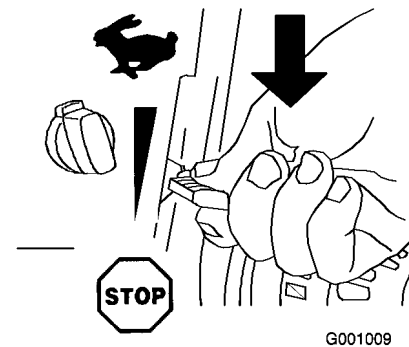

Bild 25
- Schieben Sie den Gasbedienungshebel auf die Stopp-Stellung (Bild 25).